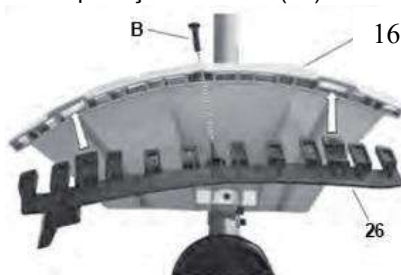
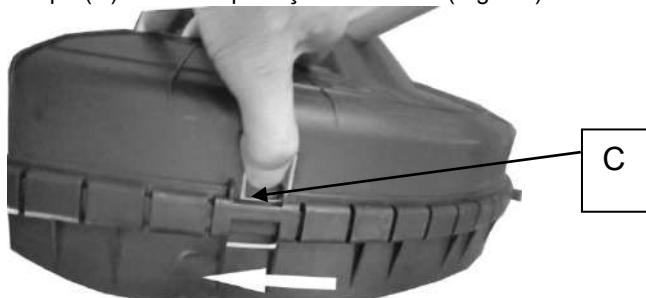

Fig.3-3
Fig.3-4
1. Ao usar a cabeça de corte linear, a proteção adicional deve sempre ser instalada com a serra de corte linear. (Fig.3-3, Fig.3-4)
- Fixe a proteção adicional (26) com o parafuso (B). (Fig.3-3)
- Remova o parafuso (B); (Fig. 3-3)
- Empurre o clipe (C) e retire a proteção adicional. (Fig.3-4)